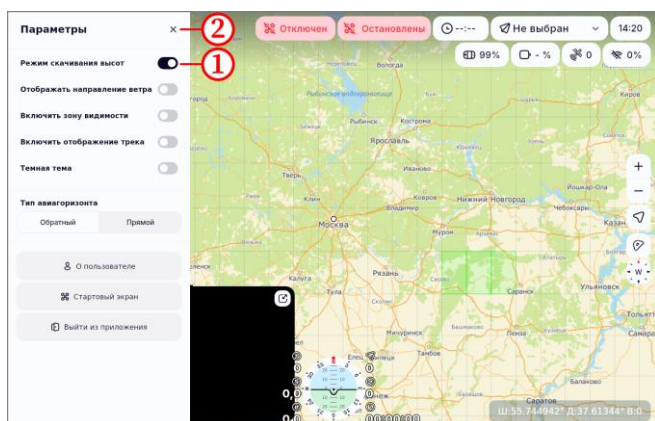

Рисунок 39
- отключить параметр «Режим скачивания высот» (рисунок 39, шаг 1);
- закрыть раздел параметров по нажатию кнопки X (рисунок 39, шаг 2);